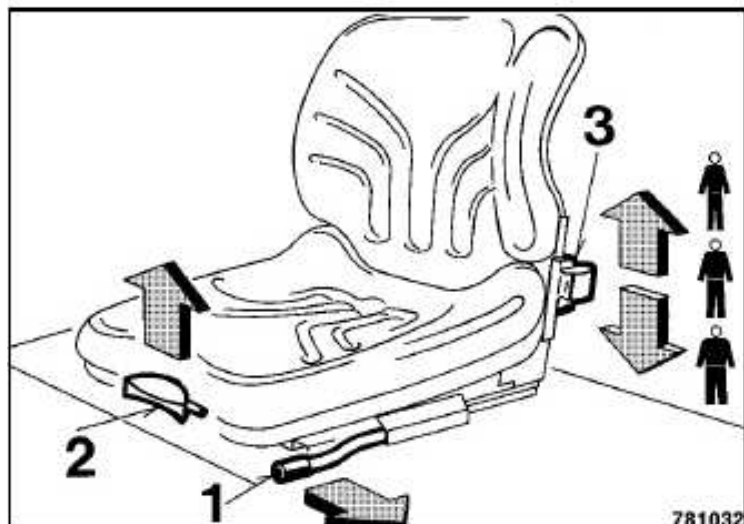

Fig. 60
- Para ajustar el asiento en sentido longitudinal hay que sacar la palanca 1 (Fig. 60) y desplazar el asiento hacia delante o atrás.
- Para ajustar el peso hay que ajustar la palanca (3).
- Para ajustar la inclinación del respaldo hay que accionar la palanca (2) e inclinar el respaldo hacia delante o atrás.